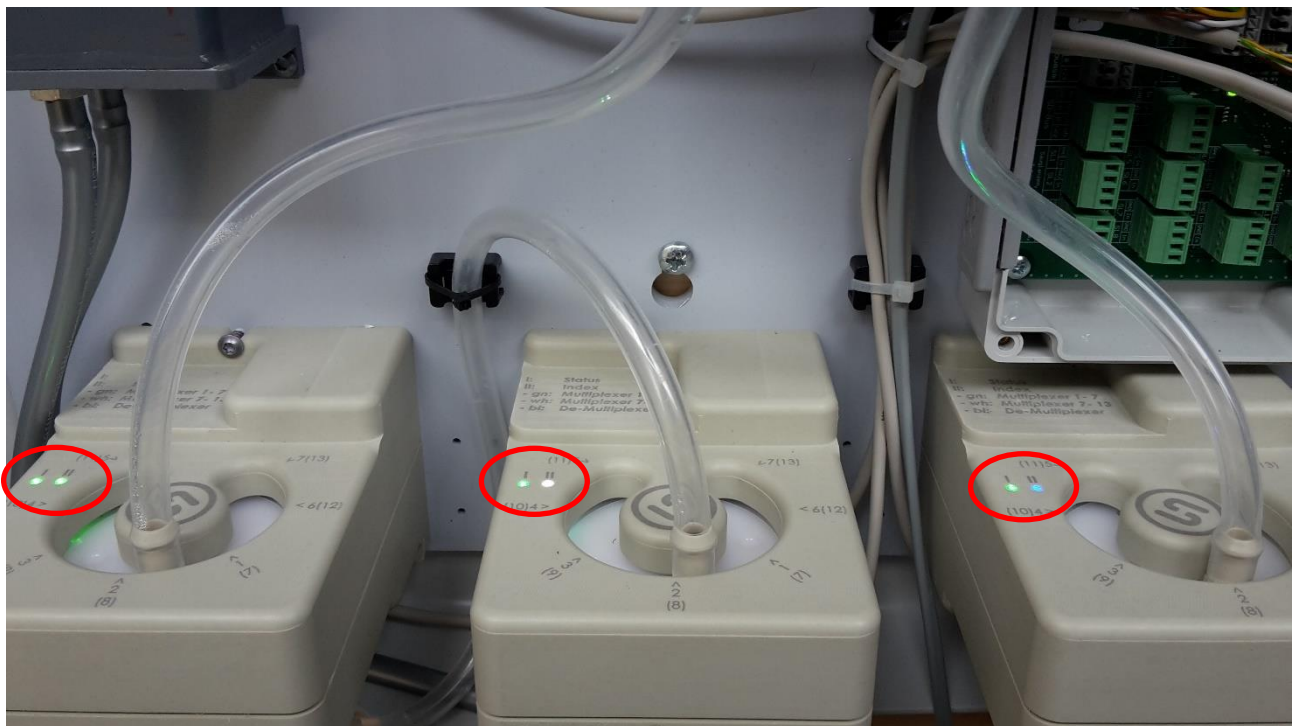

Abbildung 7: Ventilübersicht
Die Status-LED (I) in Abbildung 1 oder Abbildung 7 linke LED zeigt den Status an:
Die Index-LEDs (II) in Abbildung 1 oder Abbildung 7 rechte LED zeigen den Adressindex des MPX-Ventils an.